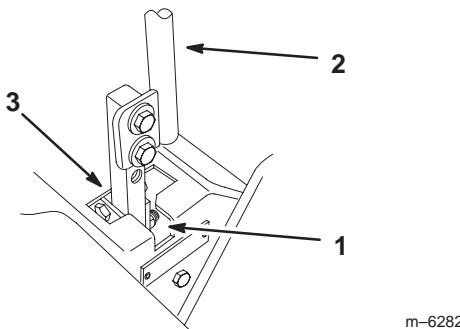

Figure 54
5. Vérifiez la position du levier par rapport au cran de la console (Fig. 54). Il doit être centré de façon à pouvoir pivoter vers l'extérieur jusqu'à la position de verrouillage du point mort.
7. Appliquez une légère pression à l'arrière du levier, tournez la tête du boulon de réglage dans le sens voulu pour centrer le levier à la position de verrouillage du point mort (Fig. 54).